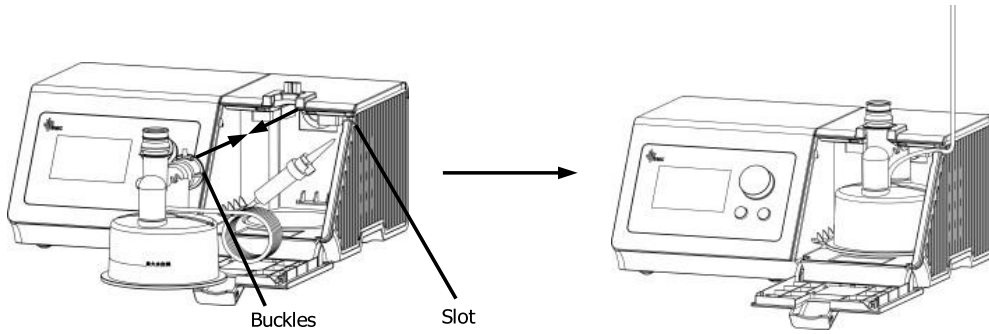

Fig. 11-8
- (3) **Su haznesini takın:** Adaptörün arayüzünü cihazın ilgili arayüzüne bağlayın, su girişini cihazın su giriş yuvasına yapıştırın, ardından su haznesini yerine takın (su haznesinin adaptörünün her iki tarafındaki tokalar aşağıdaki Fig.11-8'de gösterildiği gibi cihazın ilgili konumunun yuvasına takılmış ve bir "klik" sesi çıkar).